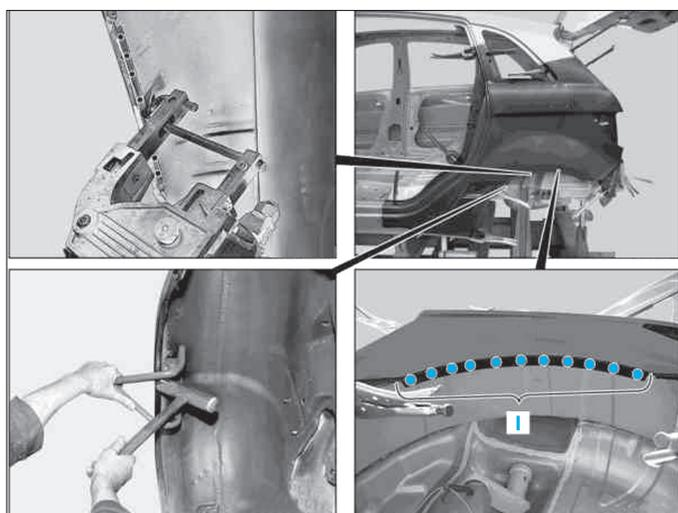

FIG. 105
- Souder l'aile arrière, zones (F), (F₁) et (F₂).
- Souder l'aile arrière, zone (G).
- Adapter la bride de soudage par points sur le passage de roue avec le fer à plier (Fig.105).